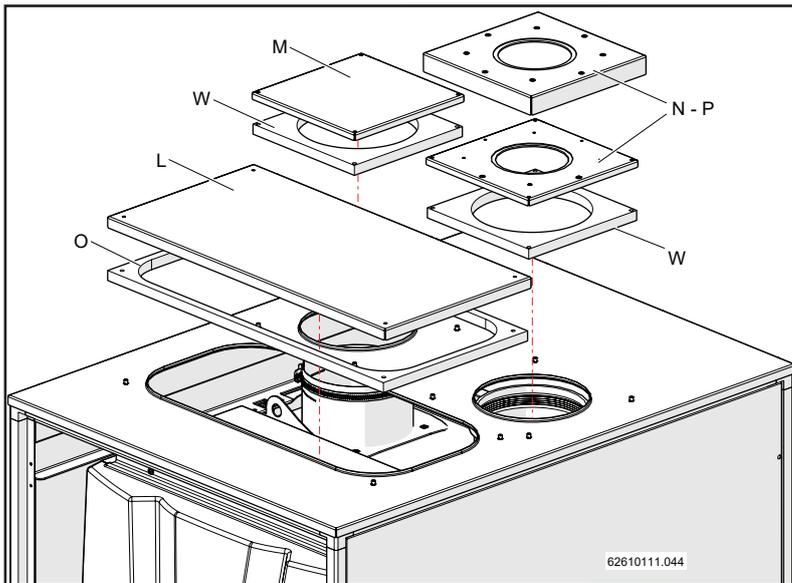

Figure 12-26
- 13.- Fixer, avec les vis "D", la couverture pour les connexions électriques "L", pour l'aspiration "M" et pour l'évacuation des gaz brûlés "N" (ou "P") sur le couverture supérieur (fig. 12-26 et 12-27); se souvenant de mettre les joints "O" et "W", comme le montre la fig. 12-26.
- Si vous avez l'évacuation des gas brûlés avec diamètre 110 mm, utiliser les couvertures "N" de la fig. 12-26.
- Si vous avez l'évacuation des gas brûlés avec diamètre 80 mm, utiliser les couvertures "P" de la fig. 12-26.